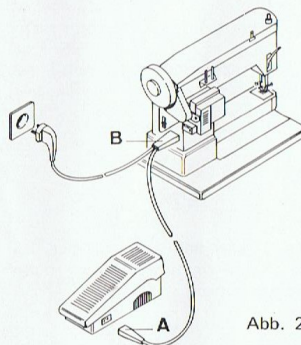

Abb. 2
3. Elektrischer Anschluß und Nähgeschwindigkeits-Regulierung (Abb. 2)